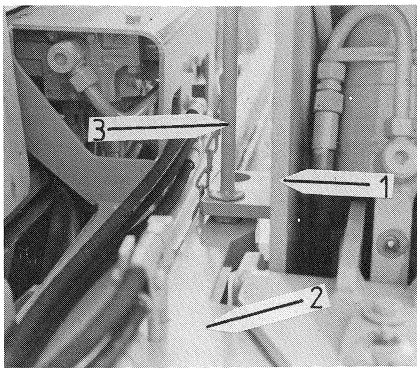

Bild 13
- Heckbagger nach links verschwenken und seitlich versetzen. Kübel bis zum Anschlag einschwenken, Stiel und Ausleger in engste Entfernung zueinander bringen. Ausleger (Bild 13/1) und Schwenkwerkträger (Bild 13/2) mit einem dafür vorgesehenen Bolzen (Bild 13/3) verbinden und mit Federvorstecker sichern. Der Bolzen ist Bestandteil des Heckbaggers.
- Swing the backhoe to the left and shift it laterally. Pivot the bucket to the stop. Bring the digger arm and boom to the closest distance. Connect boom (fig. 13/1) and traversing gear carrier (fig. 13/2) with the provided bolt (fig. 13/3) and secure it with the spring cotter pin. The bolt is an integral part of the backhoe.
- Faire pivoter la pelle vers la gauche et la déplacer latéralement. Replier le godet jusqu'à la butée. Réduire au strict minimum la distance entre le bras et la flèche. Relier la flèche (fig. 13/1) et le support de pivotement (fig. 13/2) avec le boulon prévu à cet effet (fig. 13/3) et le bloquer par la goupille à ressort (ce boulon fait partie de la pelle arrière).